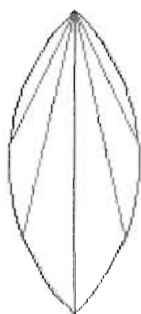
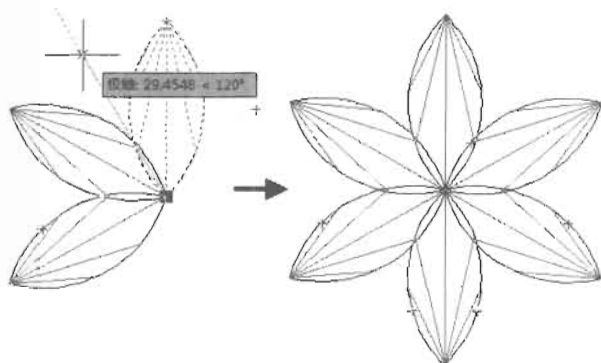

图 5-23
图 5-24
(1) 打开配套光盘中的“操作示例 5-6.dwg”文件，如图 5-23 所示。
(2) 选择图形。
(3) 单击图形的夹点作为旋转的基准夹点。
(4) 按两次空格键切换到“旋转”模式，然后旋转对象，如图 5-24 所示，命令执行过程如下。